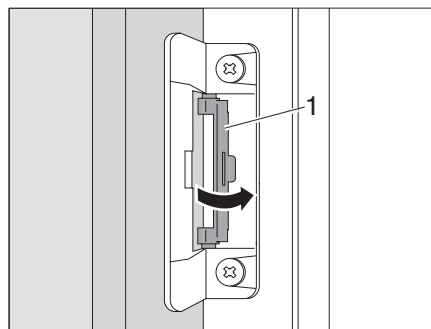

Fig. 92 Ruotare l'arresto in posizione iniziale
- ▶ Ruotare l'arresto (Fig. 92,1) in posizione iniziale.